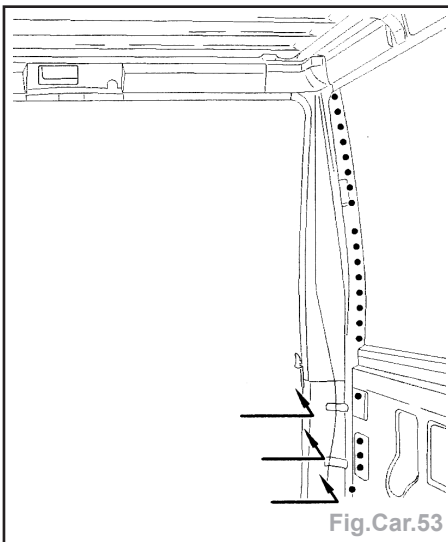

Fig.Car.53
- Partie arrière : souder par points bouchons (Fig.Car.53).